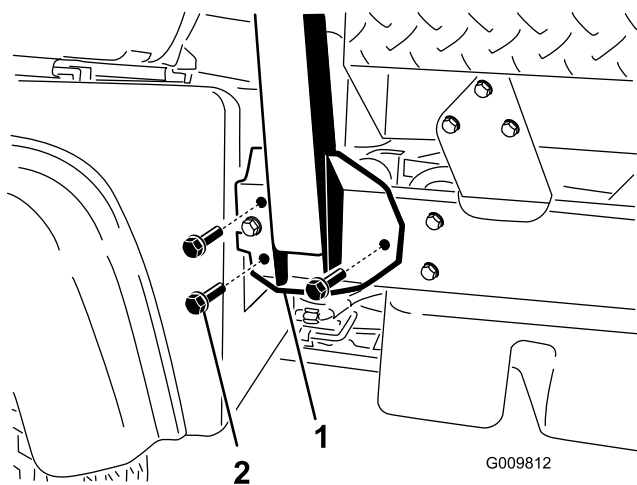

Рисунок 4
1. Выверните обе стороны системы ROPS по монтажным отверстиям рамы на обеих сторонах автомобиля, как показано на Рисунок 4.